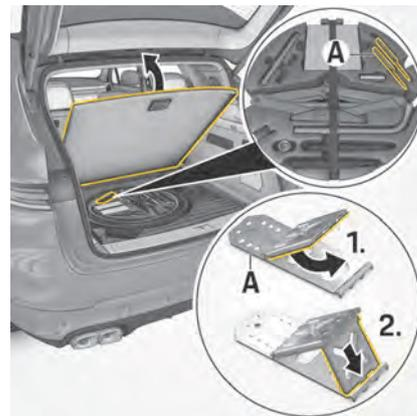

図. 251 輪止めの取り外し
1. 2つの輪止め **A**(図. 251) を取り外してください。